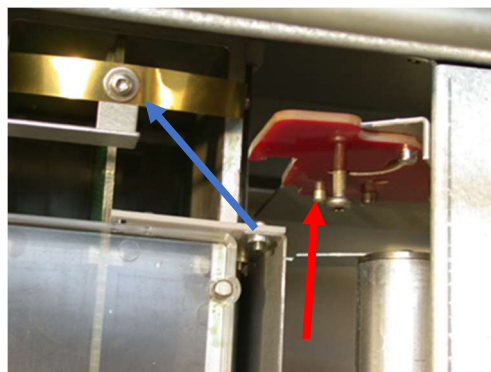

Figure 2A. Verrou de transport 1 en position déverrouillée. Noter la goupille de verrouillage (flèche rouge) et les bandes métalliques (flèche bleue).
- 7.6.2 Verrou de transport 1 : Le tirer vers le bas, puis vers la gauche et vers le haut pour l'accrocher à la tige et en position verrouillée (figures 2A, 2B). Veiller à ce que le verrou soit positionné autour de la goupille de verrouillage. Éviter d'approcher vos mains des bandes métalliques coupantes de couleur cuivre.